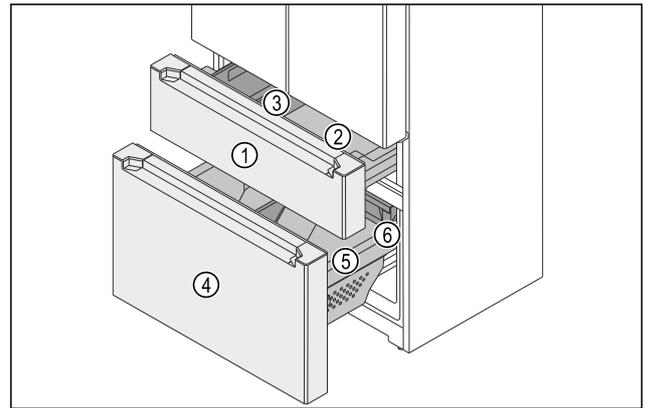

Fig. 145 Chariots à glissière du congélateur
- (1) Chariot à glissière supérieur
- (2) Bac
- (3) FlexBox
- (4) Chariot à glissière inférieur
- (5) Bac
- (6) Tiroir
Le congélateur se compose de deux chariots à glissière. Le chariot à glissière supérieur Fig. 145 (1) comprend un bac Fig. 145 (2) et une FlexBox Fig. 145 (3). Le chariot à glissière inférieur Fig. 145 (4) comprend un bac Fig. 145 (5) et un tiroir Fig. 145 (6). Vous pouvez retirer les bacs des chariots à glissière supérieur et inférieur pour le nettoyage.